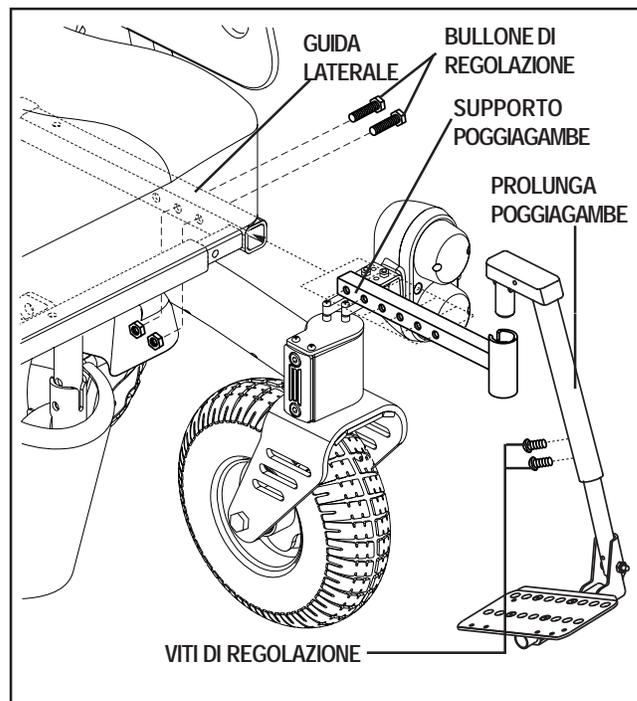

Figura 21. Poggiagambe pieghevoli robusti
1. Estrarre i bulloni di regolazione dalla guida laterale. Vedere figura 21.
1. Estrarre le viti di regolazione dalla prolunga del poggiagambe. Vedere figura 21.